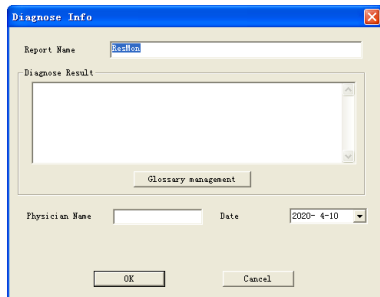

Figura 5.43
- 4) En la interfaz de vista previa de impresión, se puede editar la información del diagnóstico e incluirla en el informe. Haga clic en “Diagnóstico” para acceder a la interfaz como muestra la Figura 5.43, introduzca el nombre del informe en el campo “Nombre informe” y los resultados de diagnóstico en el campo “Resultados de diagnóstico”. Haga clic en “OK” para introducir el nombre del informe y la información de diagnóstico en el informe.